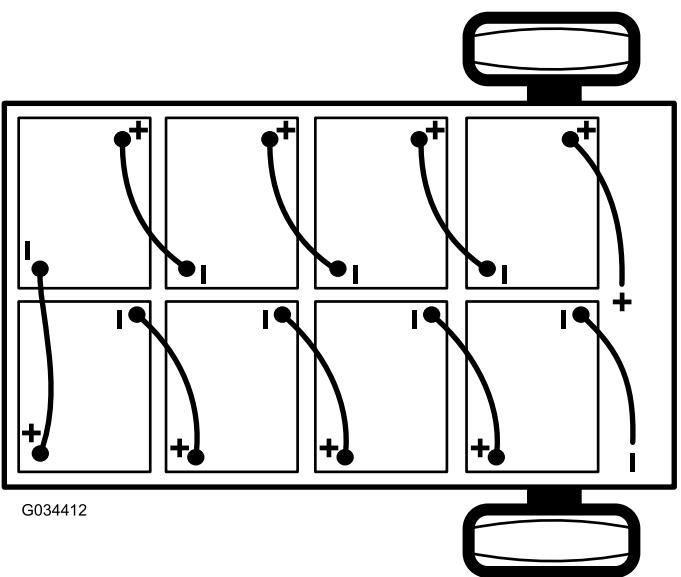

Рисунок 39
2. Отсоедините главный отрицательный кабель аккумулятора (черный), который соединяет блок аккумуляторов с точкой заземления автомобиля (Рисунок 39).
блок аккумуляторов с главным контактором автомобиля (Рисунок 39).
Примечание: При установке аккумуляторов обращайте внимание на их полярность (Рисунок 39).
6. Соедините аккумуляторы между собой, как показано на Рисунок 39, с помощью промежуточных соединительных кабелей, снятых при выполнении пункта 1.
2. Подсоедините главный положительный кабель аккумулятора (красный) между блоком аккумуляторов и автомобилем (Рисунок 39).
3. Подсоедините главный отрицательный кабель аккумулятора (черный) между блоком аккумуляторов и автомобилем (Рисунок 39).